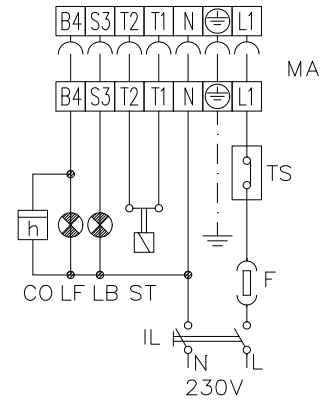

Fig. 16
- Realizati legaturile electrice la conectorul de alimentare asa cum este aratat in Fig. 16 ;